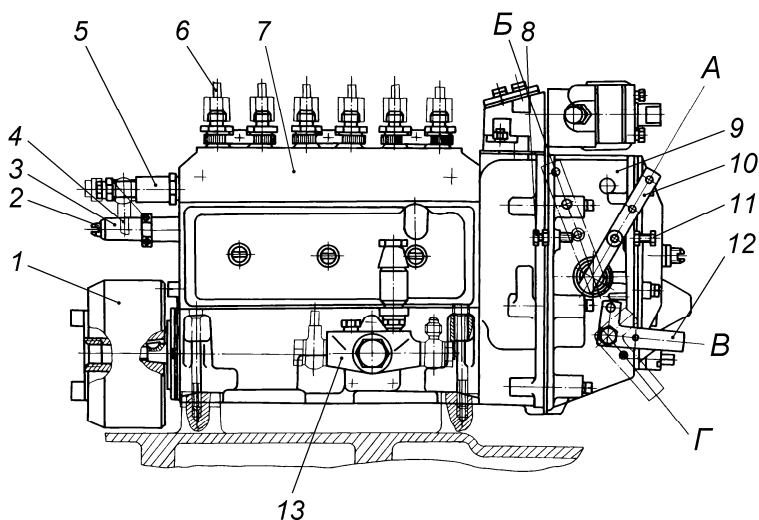
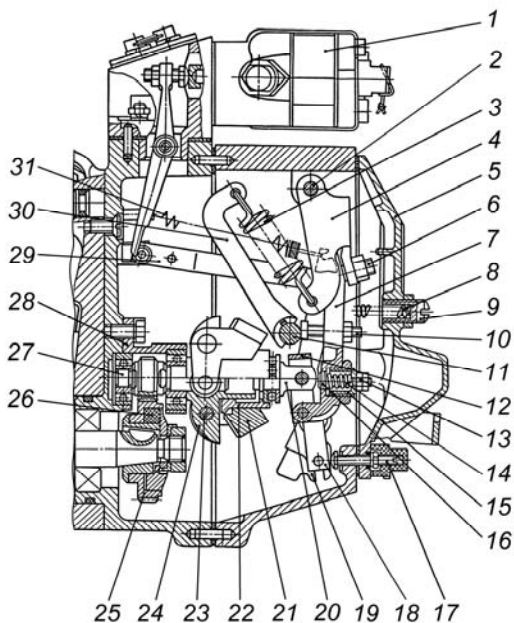

Рис. 30. Топливный насос высокого давления:
Рис. 31. Регулятор частоты вращения:
Топливный насос высокого давления в сборе с регулятором частоты вращения, муфтой опережения впрыска и топливоподкачивающим насосом изображен на рис. 30.
Рейка топливного насоса перемещается в направляющих втулках, запрессованных в корпус насоса. Выступающий из насоса конец рейки защищен втулкой 3 (рис. 30), в которую ввернут винт 2, ограничивающий мощность двигателя в обкаточный период. Винт-ограничитель контрится проволокой и пломбируется.
ТНВД оснащен всережимным механическим регулятором частоты вращения (рис. 31), который, изменяя подачу топлива в зависимости от нагрузки, поддерживает заданную водителем частоту вращения коленчатого вала двигателя.
Подача топлива полностью выключается механизмом останова, состоящим из кулисы 19, рычага останова 12 (рис. 30) и возвратной пружины, расположенной за рычагом останова под крышкой.
Кулиса с рычагом останова соединяется пружиной, расположенной внутри кулисы и предохраняющей механизм регулятора от чрезмерных усилий при выключении подачи топлива. Во время работы двигателя кулиса прижата усилием возвратной пружины к регулировочному винту 17 (рис. 31).
- 1 Максимальная частота вращения холостого хода (начало выброса рейки) регулируется болтом 8 (рис. 30).
- 2 Минимальная частота вращения холостого хода регулируется болтом 11 (рис. 30) и корпусом буферной пружины 9 (рис. 31).
- 3 Номинальная подача регулируется болтом 10 (рис. 31).
- 4 Номинальная мощность регулируется винтом 17 (рис. 31).
- 5 Предварительное натяжение пружины (разность частоты вращения конца и начала выброса рейки) регулируется винтом 6 (рис. 31).